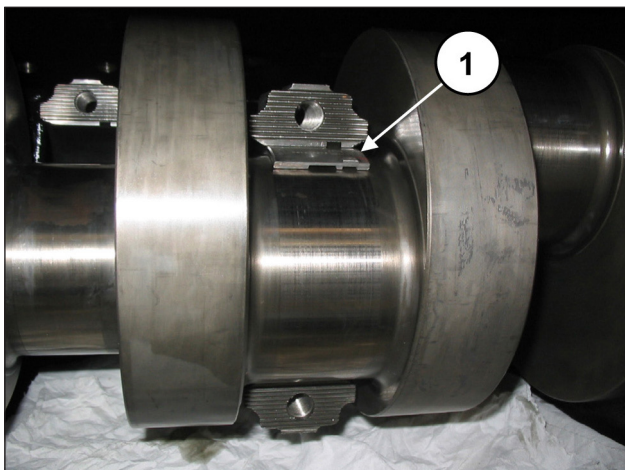

Fig. 56
Inserire i semicuscinetti superiori tra le bielle e l'albero (pos. ①, Fig. 56).